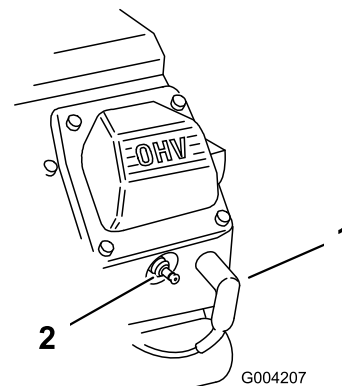

Bild 49
2. Ziehen Sie die Zündkerzenstecker ab (Bild 49).
- Stecken Sie die Kabel auf die Zündkerzen (Bild 49).